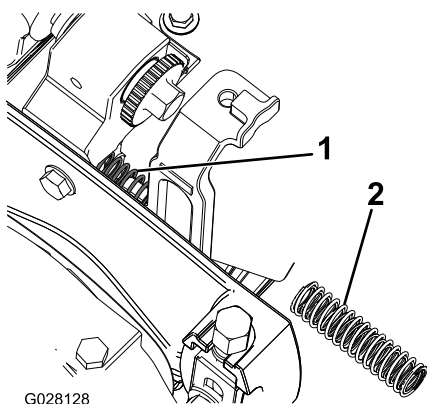

Рисунок 7
5. С помощью острогубцев снимите установленные пружины сжатия с обеих сторон режущего блока и замените их новыми внутренней и наружной пружинами сжатия (Рисунок 7).